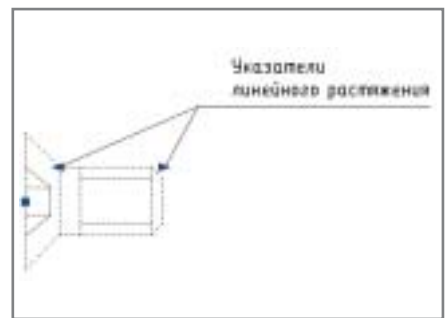

Рис. 5. Отображение параметра типа Linear
- **Линейный параметр (Linear Parameter)** – растяжение блока вдоль оси X или Y (растягивать под углом нельзя). Применяется для настройки размеров частей блока после его вставки (рис. 5).